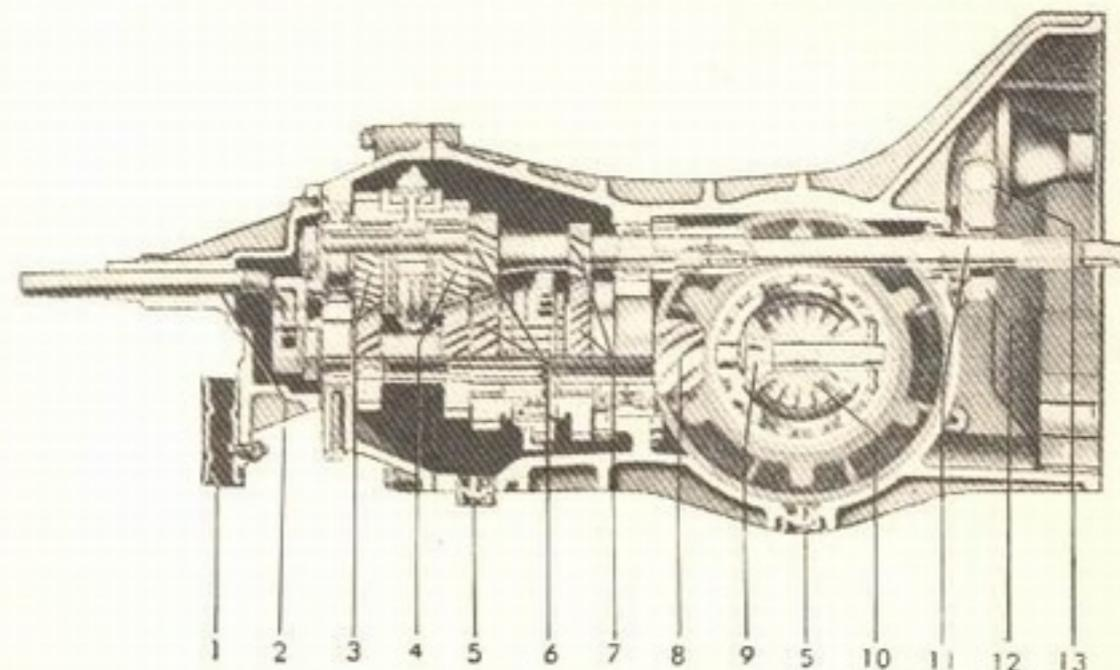
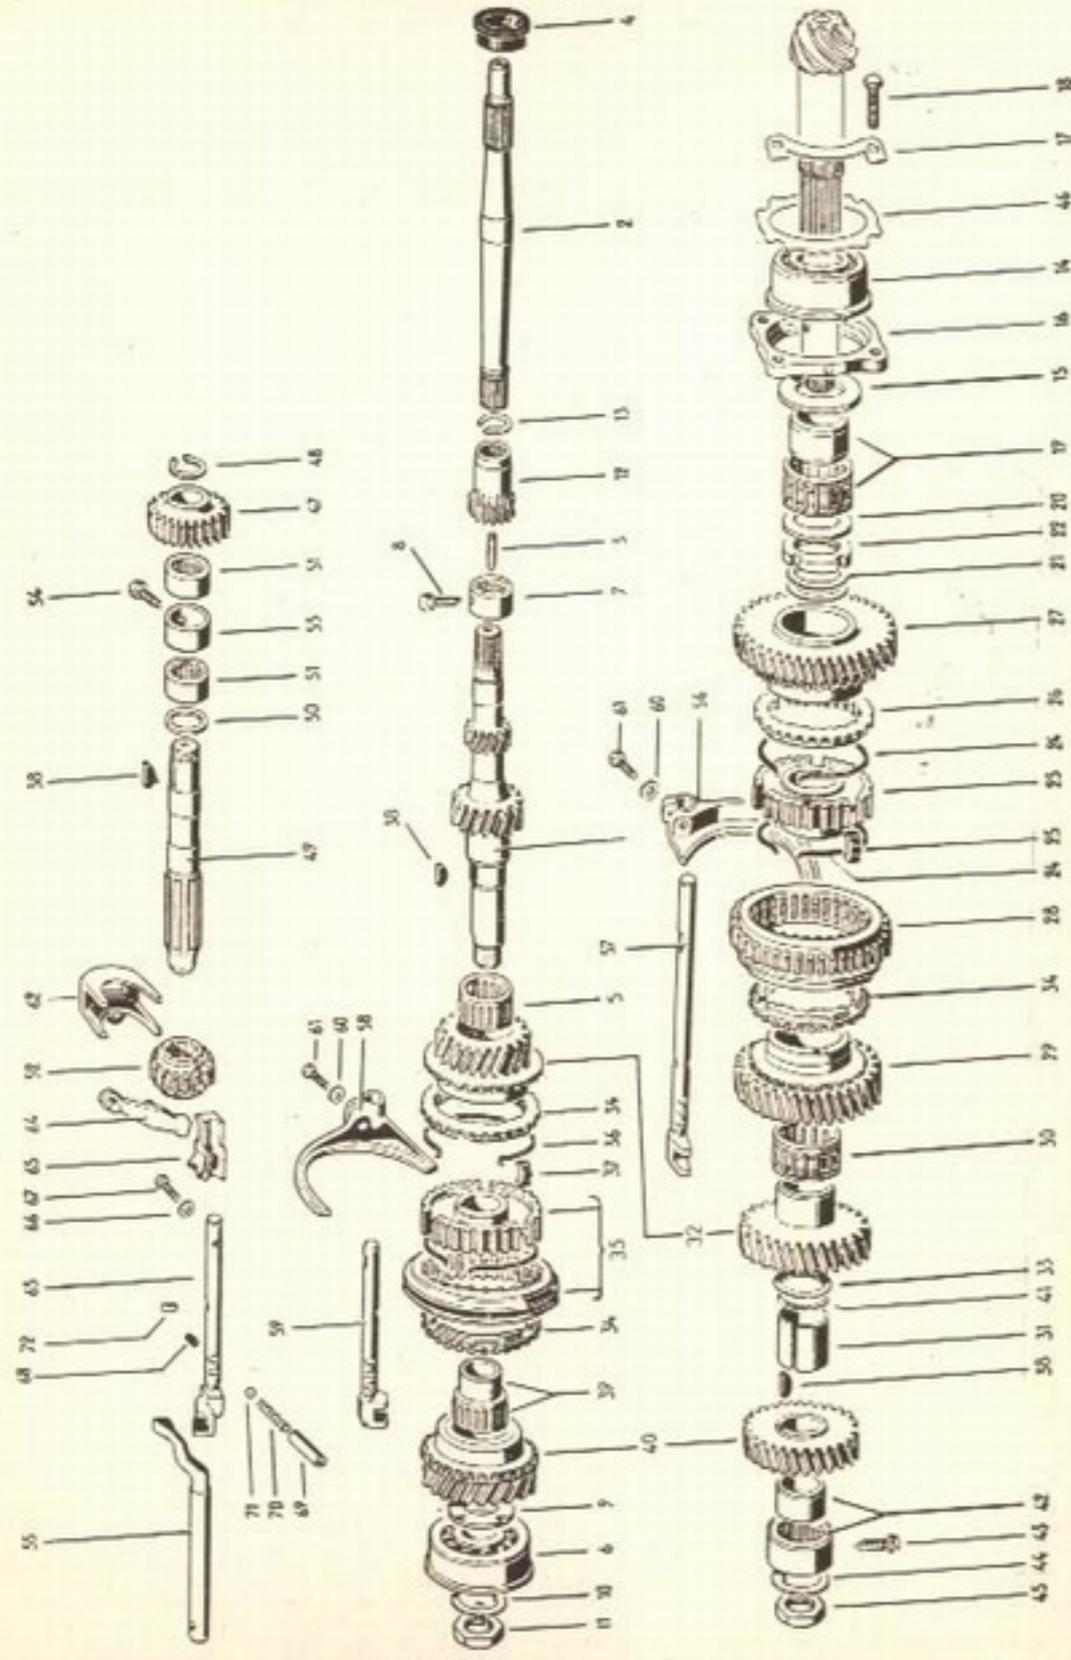

Fig. 1-K — Corte da caixa de mudanças e diferencial
Fig. 5-K — Peças internas da caixa de mudanças totalmente sincronizada
Internamente, as engrenagens e sincronizadores se distribuem em duas árvores, a primária e a secundária, além do eixo da engrenagem de marcha-a-ré. A árvore primária se divide em duas partes, a dianteira (1, fig. 5-K) e a traseira (2) As figs. 1, 2 e 5-K ilustram a caixa de mudanças sob vários aspectos, mostrando, inclusive a nomenclatura das peças.
- Solta-se o anel de retenção (13, fig. 5-K) da manga de acoplamento da árvore primária com a engrenagem de marcha-a-ré (12), retira-se essa peça e também a árvore primária (2).
- Retiram-se os parafusos do flange retentor do rolamento do pinhão (18 e 16, fig. 5-K).
- Retiram-se o anel de retenção da engrenagem de marcha-a-ré (47, 48, fig. 5-K), a engrenagem e a chaveta.
- Retira-se a árvore intermediária de marcha-a-ré (49) e a arruela de encosto (50).
- Retira-se o parafuso (54) que prende a bucha intermediária dos rolamentos de agulhas do eixo de marcha-a-ré.
- Retiram-se os calços de regulagem do pinhão. (46, fig. 5-K).
- Retira-se a haste deslizante de 3.a e 4.a (59, fig. 5-K).
- Remove-se o anel interno do rolamento de agulhas (42, fig. 5-K) e a engrenagem da 4.a velocidade. Retira-se a chaveta (38), a bucha (31) a junta de regulagem (41) e a arruela (33).
- Retira-se a engrenagem de 3.a (32) e a da 2.a (29) e todo o corpo do sincronizador da 1.a e 2.a.
- Retira-se a engrenagem de 1.a (27), o flange retentor do rolamento cônico (16) e as arruelas de regulagem da folga axial da 1.a velocidade (21).
- Retira-se a porca redonda (22) usando-se o dispositivo VW 293.
- Retira-se a arruela de encosto (20) e o rolamento (19).
Fig. 7-K — A folga "a" indicada na figura ao lado, entre a arruela de encosto e a engrenagem de 1.a velocidade na árvore secundária, deve ser de 0,10 a 0,25 mm. A correção se faz por meio de arruelas de ajuste (21, fig. 5-K).